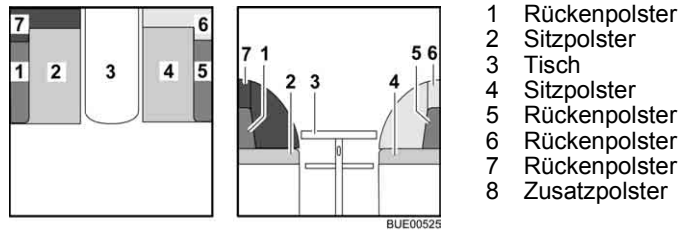

Bild 73 Vor dem Umbau
- Tisch (Bild 73,3) zum Bettunterbau umbauen (siehe Abschnitt 6.11).